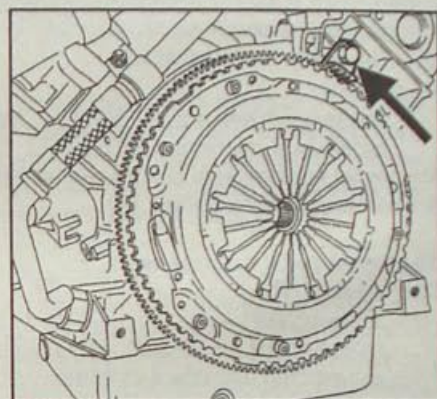

Рис. 5.3. Использование приспособления Mot.852 для фиксации маховика дизельного двигателя от проворачивания
- Приспособлением Mot.852 заблокируйте маховик от проворачивания (рис. 5.3).